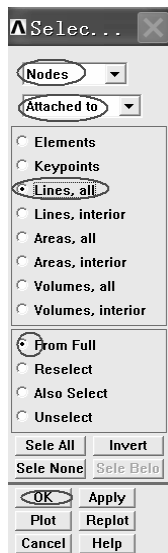

图 10-92 “Selec...”窗口
(2) 依次选择 Utility Menu>Select>Entities..., 弹出“Selec...”窗口(见图 10-92)。在该窗口的第一个方框中选择“Nodes”, 在第二个方框中选择“Attached to”, 再选中“Lines, all”前的单选框, 再选中“From Full”, 然后单击“OK”按钮。